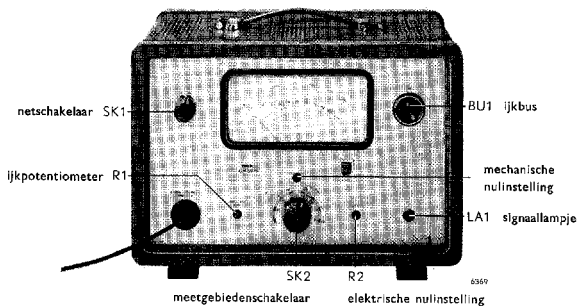

Fig. 4. Vooraanzicht
6. Controleer of de meterwijzer op nul staat; zonodig bijstellen met behulp van de zwarte schroef aan de voorzijde van het apparaat boven de meetgebiedenschakelaar (mechanische nulinstelling, zie fig. 4).
Voor de functies van de knoppen en aansluitbussen, zie fig. 4 en 5.